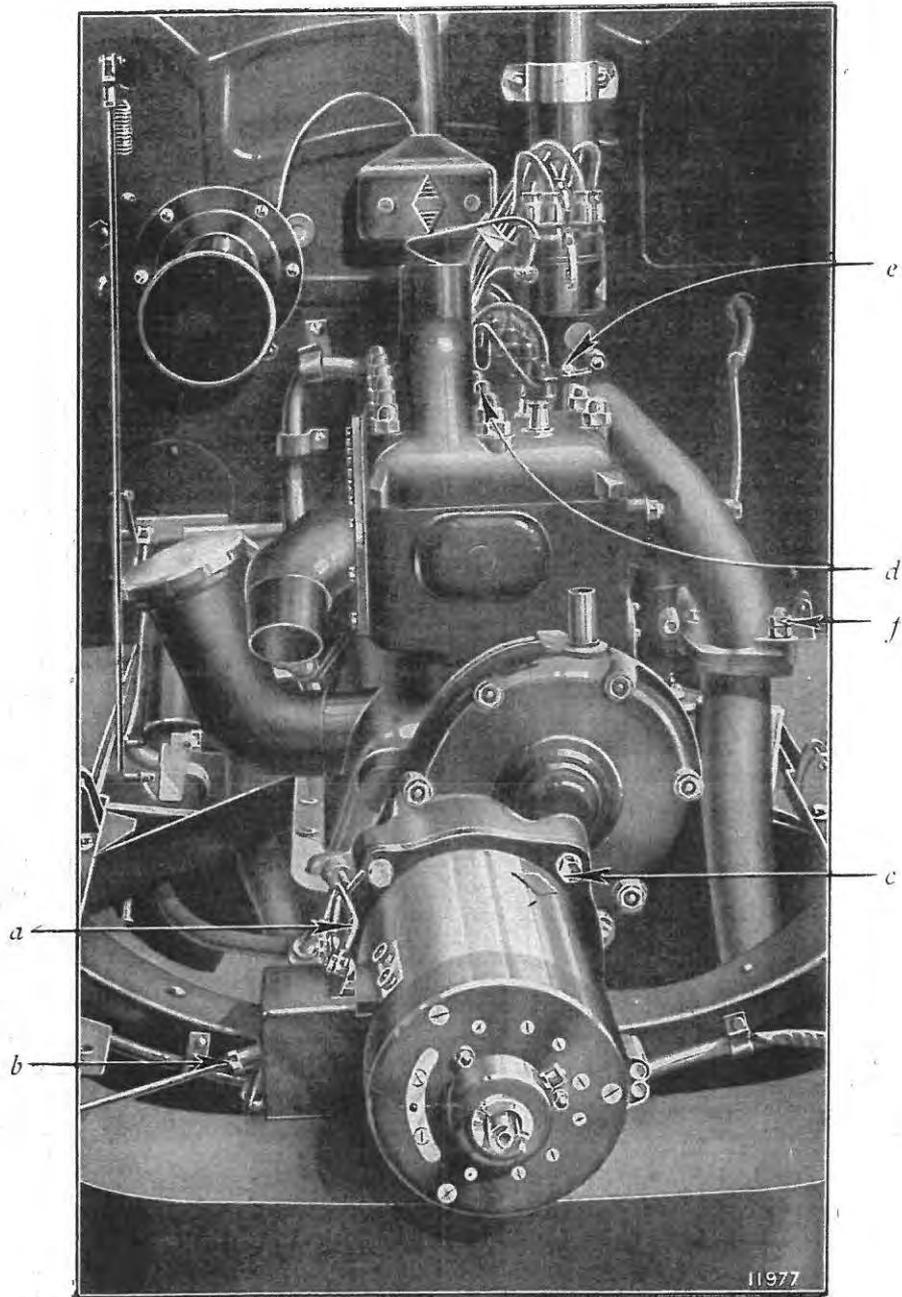

Fig. 13. — Le moteur vue de face.
6. Isoler le moteur (Fig. 13).
8. Déposer le moteur (Fig. 13 et 14).
- d) Démontcr le distributeur d'allumage [retirer la vis de fixation (e)] et la rampe de fil [2 écrous borgnes (d)] (Fig. 13).